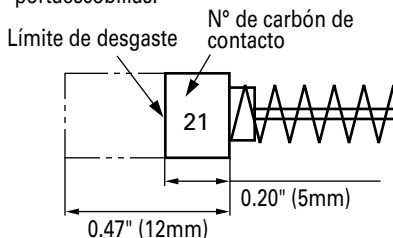

Fig. 19
4. Inspección de las escobillas (Fig. 19)
Utilice las escobillas HITACHI Núm. 21 indicadas en la Fig. 19.